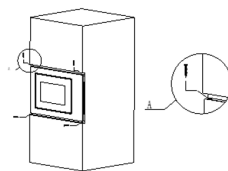

Fig.4
4. Utilizzare le viti fornite nella confezione dei componenti per fissare il forno a microonde nel mobile. (Fig. 4)